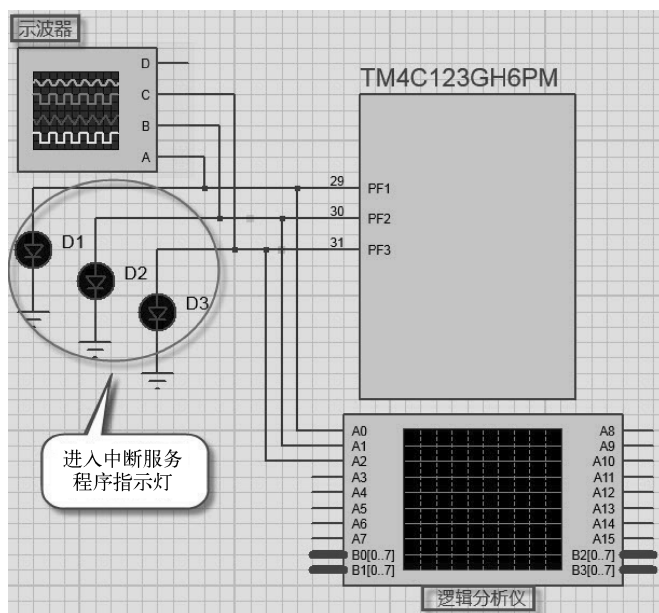

图 7-1 中断优先级程序测试接线图
- 1) 中断优先级程序测试接线图如图 7-1 所示。
// 同时,有条件的读者可以通过如图 7-1 所示的示波器来观测开关时间,或者用逻辑分析